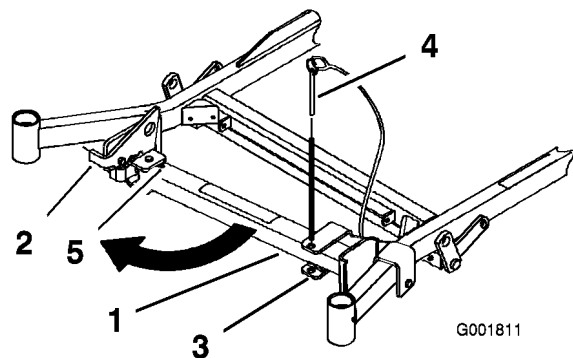
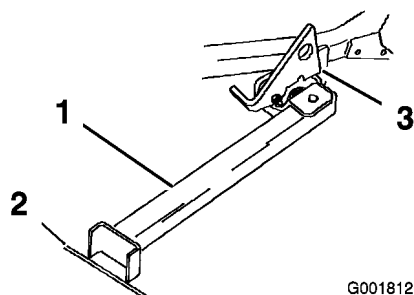

Figure 31
Figure 32
2. Retirez la goupille du support (Figure 31).
3. Soulevez le verrou. Dépliez le pied du support et poussez le support vers la machine dans la base de la fente (Figure 31 et Figure 32).
4. Posez le pied du support sur le sol et appuyez le verrou sur la languette de pivot (Figure 32).
Remarque: Pour obtenir de meilleurs résultats, placez le pied du support dans des fissures du trottoir ou du gazon (Figure 32).
6. Montez la machine sur le support. Arrêtez-vous quand le verrou retombe sur la languette en position verrouillée (Figure 32). Une fois la machine en place sur le support, serrez le frein de stationnement et coupez le moteur.
5. Ramenez le support à sa position de repos (Figure 31).